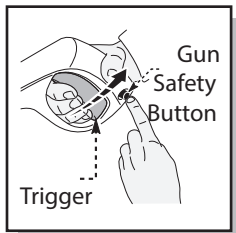

Fig. 17
- Suelte el botón de bloqueo de seguridad para pistola de pulverización (Fig. 17), mientras que la pistola apuntando en una dirección segura, lejos de usted y otros apretar el gatillo de la pistola hasta que haya un flujo constante de agua, dejando que el agua y el aire que sale de la manguera.